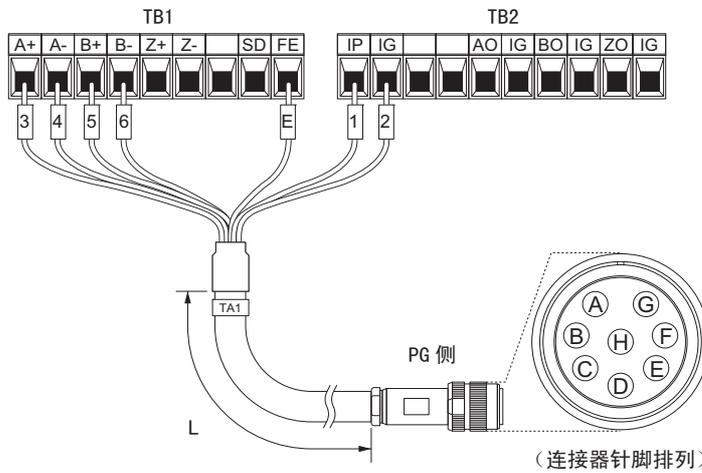

图 92 专用 PG 电缆的接线示例
5. 请连接选购卡的端子排和 PG。详情请参照图 89 和图 92。关于端子的详细内容, 请参照“端子的功能”(119 页)。
关于与本公司推荐的 PG（LMA-□□B-S185Y，补码输出）接线时使用的专用 PG 电缆的规格及接线示例，请参照图 92。